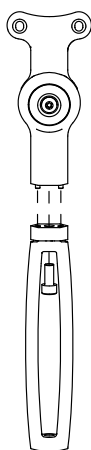

图 4.
4. 用定位销使替换支腿对准底座。请参见图 4。
5. 用 5 毫米六角扳钳将随附的新紧固件穿过支腿顶部拧入底座，如图 4. 所示。